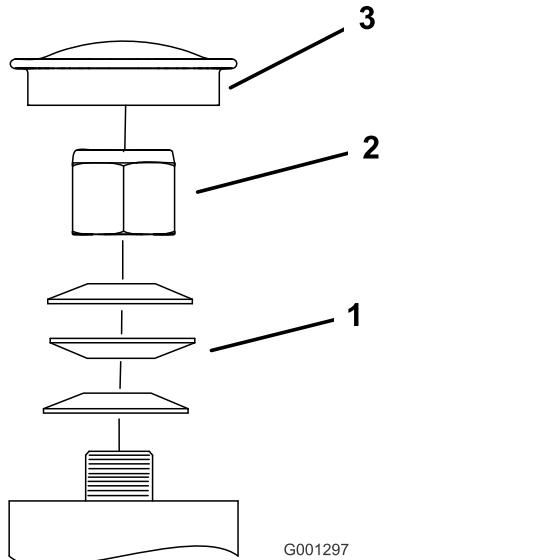

Figure 68
3. Retirez le capuchon antipoussière de la roue pivotante et serrez le contre-écrou (Figure 68).
4. Continuez de serrer le contre-écrou jusqu'à ce que les rondelles élastiques soient aplaties, puis desserrez-le de 1/4 de tour pour obtenir la précharge correcte des roulements (Figure 68).
5. Reposez le couvre-moyeu (Figure 68).